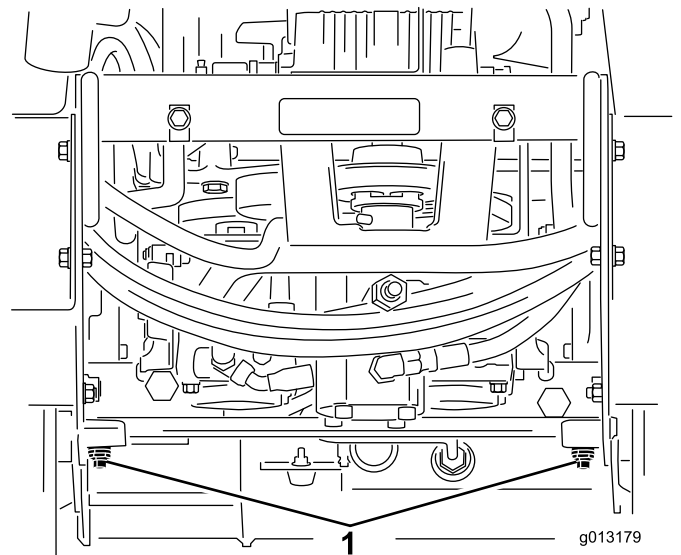

Bild 21
3. Drehen Sie die Schleppventile an den Hydraulikmotoren mit einem Schraubenschlüssel zweimal nach links (Bild 21).